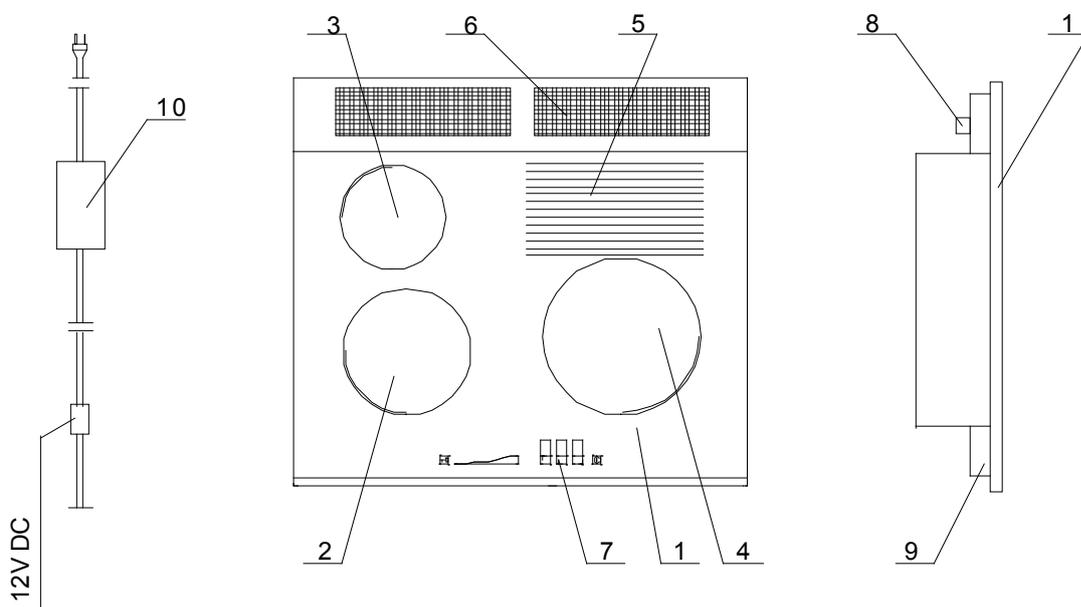

Рис. 1
Варочная панель (рис. 1) имеет три инжекторных газовых горелок с мощностью, указанной в представленной выше таблице, с керамическим вкладышем, оснащенных зажигательными электродами и ионизирующими датчиками контроля горящего газа. Горелки, в которых происходит каталитическое сжигание газа, вырабатывают **инфракрасное излучение**. Они прикрыты стеклокерамической плитой, на которой выделены три, графически обозначенных на панели, конфорок над керамическими горелками, а также одна горячая зона над каналами продуктов сгорания газовых горелок, **не потребляющая газ**.
В случае питания варочной панели жидким газом из баллона, она подключается с помощью патрубка $\varnothing 10/R1/2"$, ввинченного в патрубок впуска газа, **поз. 8 на рис. 1**, после предварительного вывинчивания ниппеля 1/2". На вентиле баллона крепится **редуктор для жидких газов**. Редуктор с варочной панелью соединяется эластичным шлангом для жидких газов (с максимальной длиной до 3 м) с закрепленными по обеим сторонам манжетами. **Редуктор и эластичный шланг должны иметь сертификат безопасности.**
- вставить штепсель провода источника питания в розетку домашней сети, а кабель низкого напряжения 12 V, заверченный круглым штепселем, поместить в розетке питания варочной панели. Она находится снизу прибора, **рис. 1 поз. 9**,